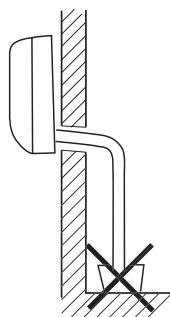

Abb. 9.2 Vermeiden Sie, dass das Ende eingetaucht ist.
- Installieren Sie die Kondensatleitung nicht so, dass ihr freies Ende ins Wasser getaucht wird (siehe Abbildung 9.2).